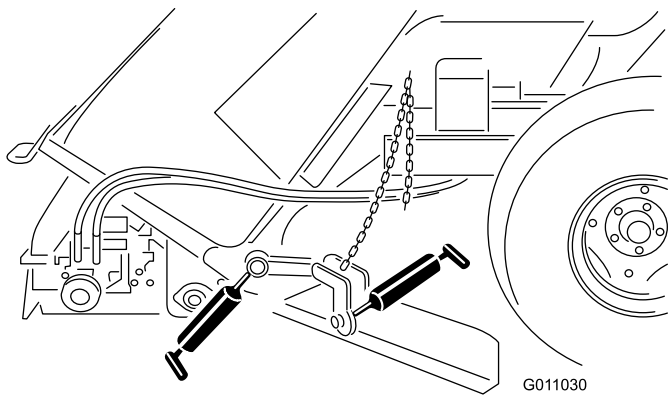

Figura 37
- Conjunto de montaje del deflector hilerador (Figura 37).
- Pivote del deflector hilerador (Figura 37).